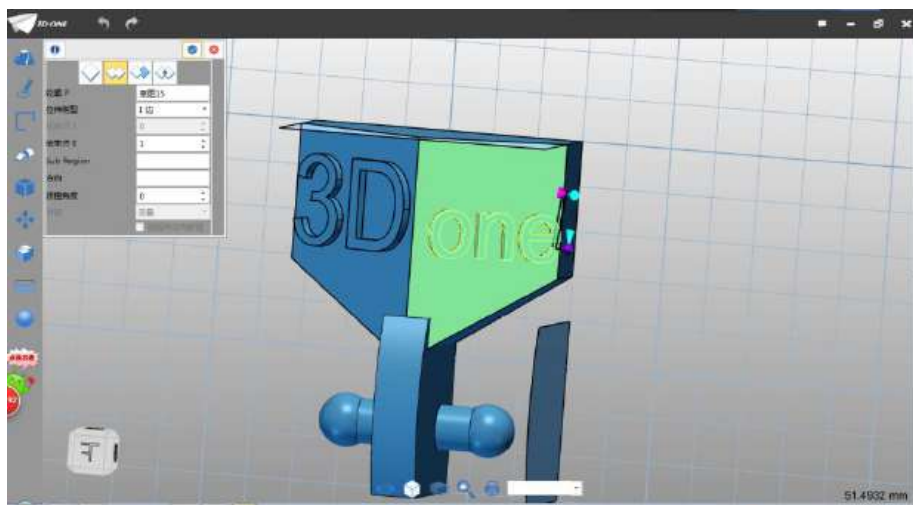

图 1-26
Step 26 选择拉伸命令 ，拉伸绘制的 one 草图，拉伸类型 1 边，结束点设为 1，布尔运算设为加运算，如下图 1-26 所示：